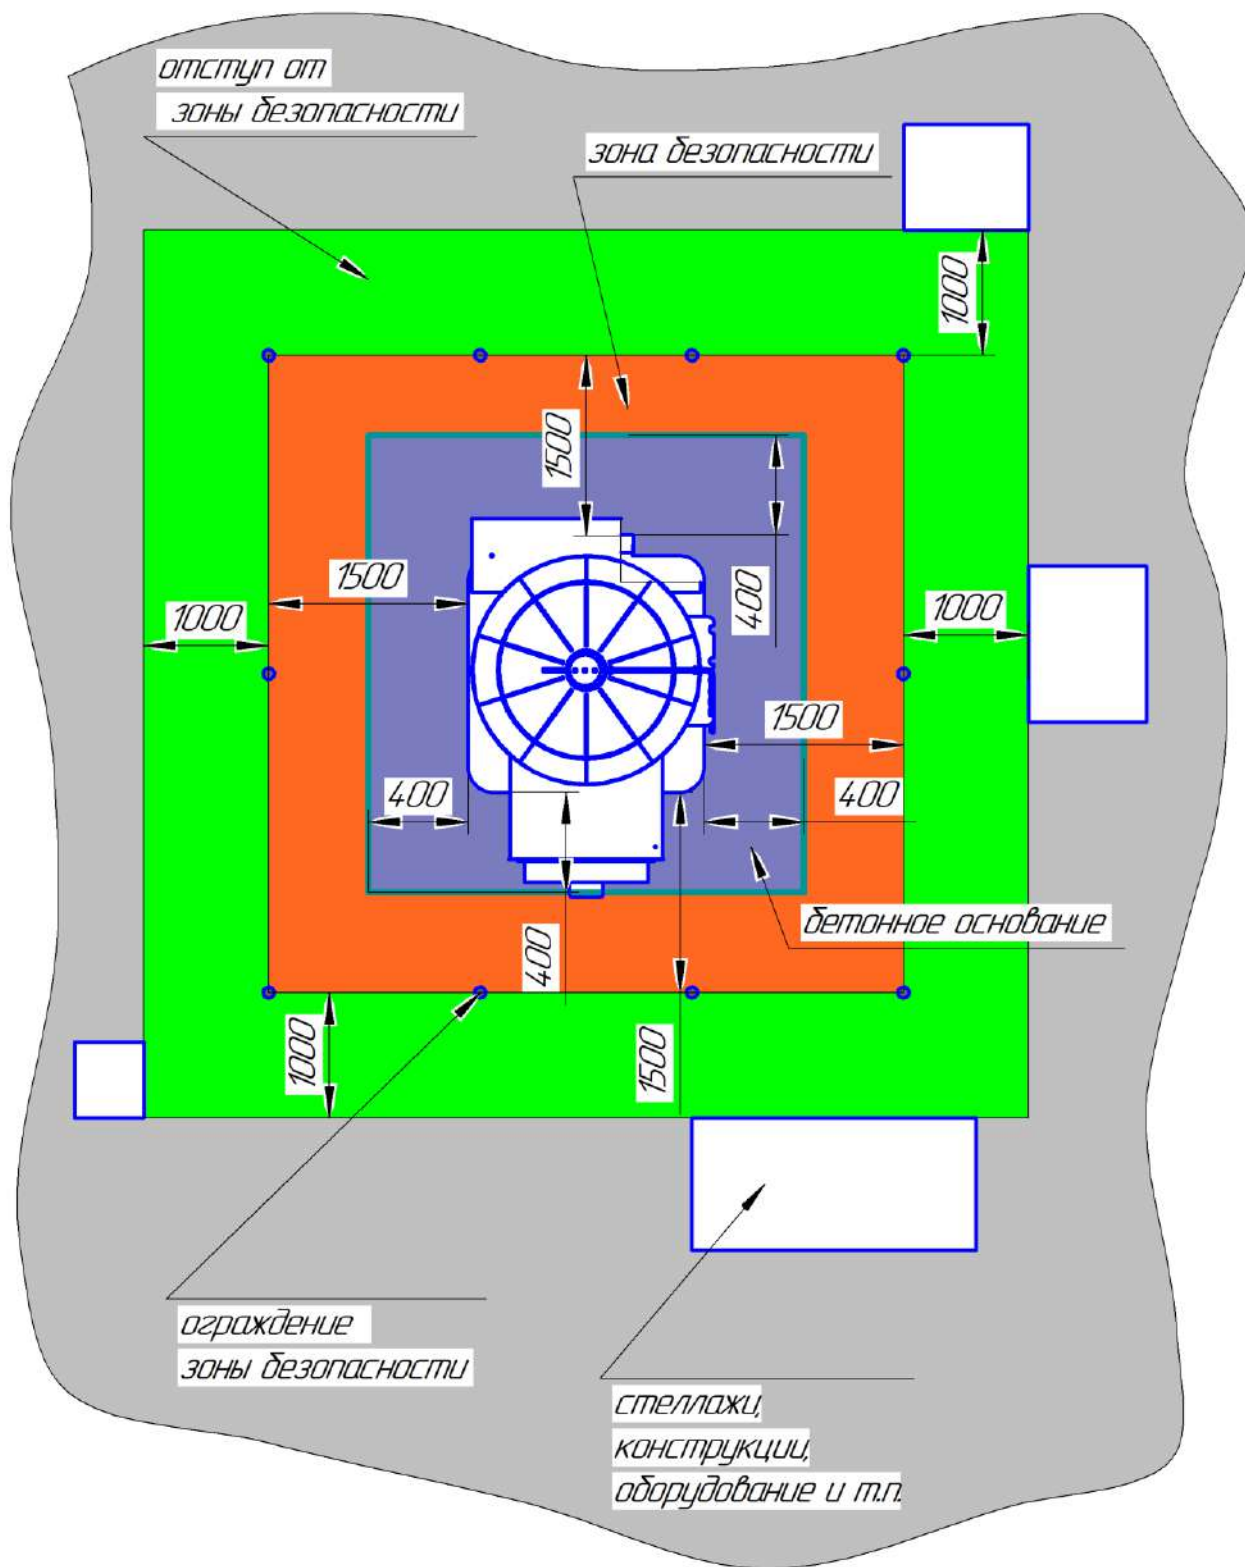

Рис.6
6.4.1 Теплогенератор устанавливается только на **несгораемое бетонное основание высотой не менее 100мм**, размерами не менее, чем на 400 мм от горизонтальной проекции теплогенератора. (рис.6)
6.4.2 На расстоянии не менее 1500 мм от горизонтальной проекции тепловентилятора должна быть зона безопасности, огражденная легко съемными конструктивными элементами (стойки с сеткой рабица, декоративные решетки и т.п.) высотой 1200 мм, не затрудняющими обслуживания теплогенератора. В зоне безопасности не должно быть сгораемых материалов, в том числе дров. (рис.6)
Размещение теплогенератора в помещении показано на рис. 6